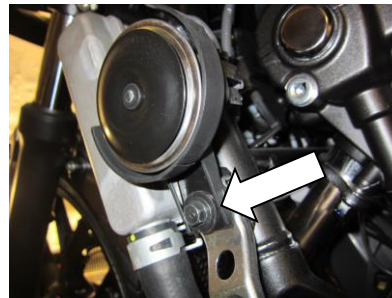

ABBILDUNG 14
- Entfernen Sie die Schraube in Abbildung 14 und positionieren Sie die Hupe erneut, wie in Abbildung 14 dargestellt.